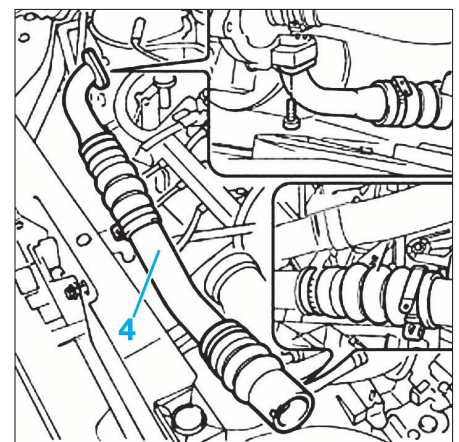

FIG. 11
- Déposer le tube (4) (Fig.11).